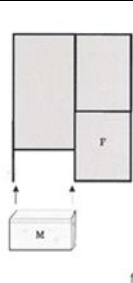

fig. 3
- Insérer la mangeoire M sur la façade F en faisant coulisser celle-ci sur les guides (fig. 3)